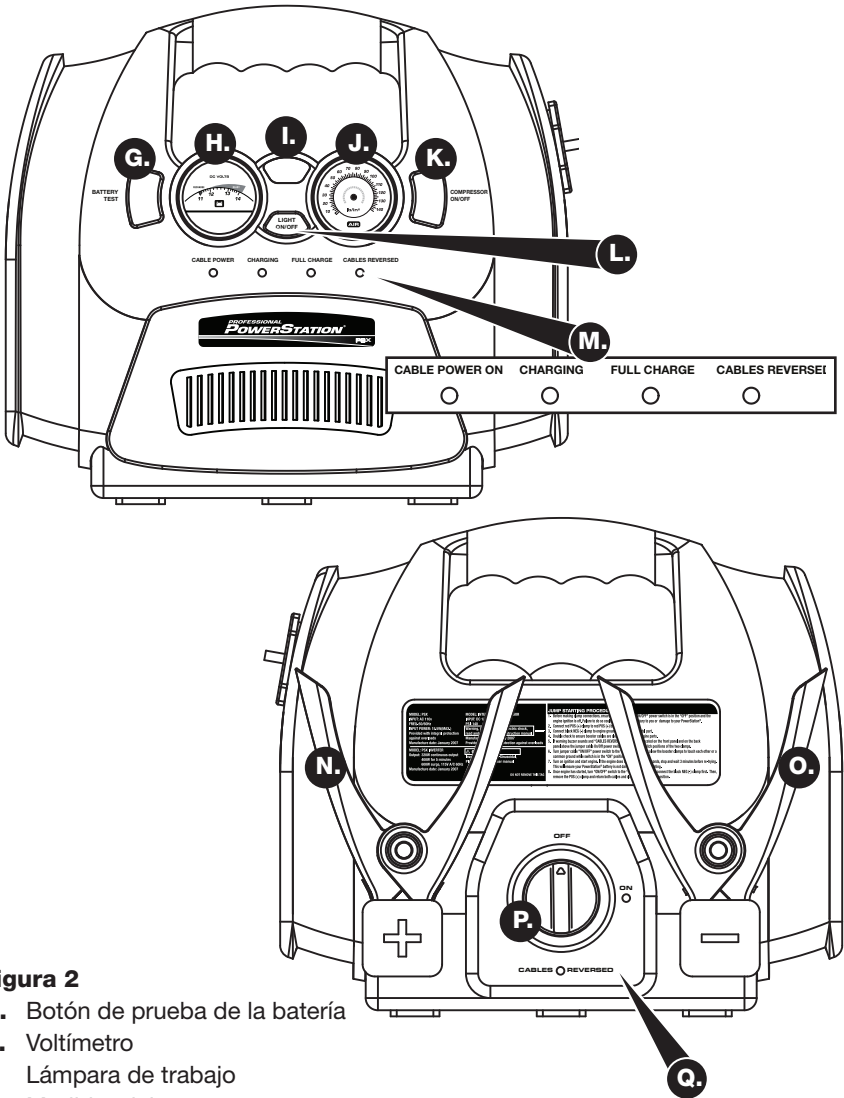

Figura 2
1. Asegúrese que el interruptor de potencia de los cables de arranque PSX esté en la posición de APAGADO (“OFF”). (Ver la figura 2 en la página 21 para la ubicación P).
7. Conecte la grampa del PSX al borne rojo positivo (+) de la batería. (ver la figura 2 en la página 21 para la ubicación N). Al momento de realizar las conexiones de arranque, nunca sobrecargue, si mismo, sobre la batería.
8. Conecte la grampa negra negativa (-) del PSX al bloque del motor (ver la figura 2 en la página 21 para la ubicación O), a la cabeza del cilindro o a otra pieza pesada pero inmóvil de metal del motor.
Si los cables están incorrectamente sujetos al borne de la batería, se encenderá la luz DEL de “cables inversos” (ver la figura 2 en la página 21 para la ubicación Q) y sonará un timbre de advertencia. Si esto ocurra, corrija la conexión antes de proceder al próximo paso. Hacer caso omiso podría ocasionar chispas, lesiones personales y/o daños al vehículo o a la unidad de arranque. **Asegúrese que los cables estén libres de todas las piezas móviles del motor.**
Para usar la lámpara integrada de trabajo, simplemente presione el botón de potencia de la lámpara de trabajo ubicado directamente debajo de la lámpara de trabajo (ver la figura 2 en la página 121 para la ubicación L).
El compresor de aire en el PSX está diseñado como un cómodo dispositivo portátil de inflación. Después de diez minutos de uso continuo, apague el compresor y deje que éste se enfríe por diez minutos. Continúe, si sea necesario, después de concluir el ciclo de diez minutos encendido/diez minutos apagado. (ver la figura 2 en la página 21 para la ubicación K).
2. Encienda el compresor usando el interruptor en la parte delantera del PSX (ver la figura 2 en la página 21 para la ubicación K).
3. Revise el medidor de presión (ver la figura 2 en la página 21 para la ubicación J). Una vez que se logre los psi deeadados, quite el conector de la válvula, al liberar la pestilla de dedo.